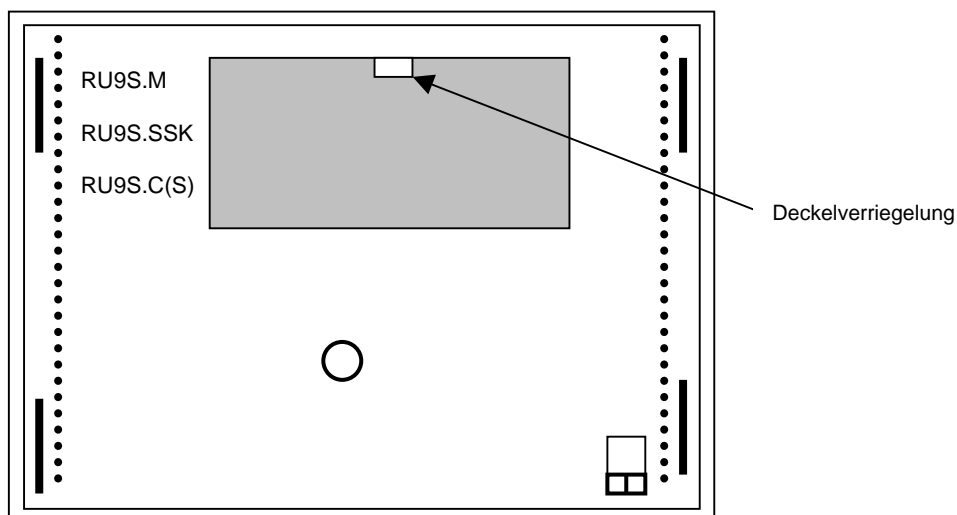

Abb. 3-3 Richtiger Sitz des Verschlussdeckels
- Verschlussdeckel in den Einsteckschacht einsetzen, so dass die Deckelverriegelung zum Rand des Reglergehäuses zeigt (nicht zur Gehäusemitte, siehe Abb. 3-3).